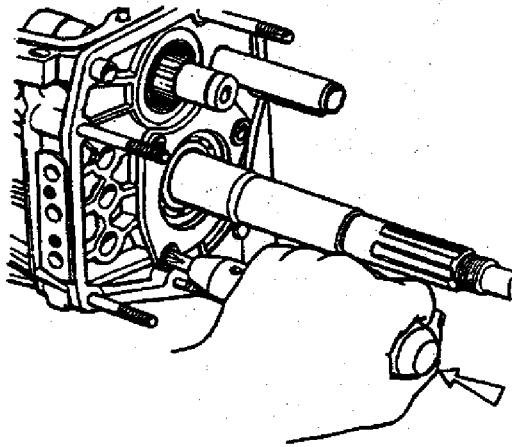

Fig. 3-21. Remoção dos parafusos da placa de retenção do rolamento intermediário
16. Remover a placa de retenção do rolamento intermediário da árvore secundária e o eixo da engrenagem intermediária da ré (fig. 3-21).